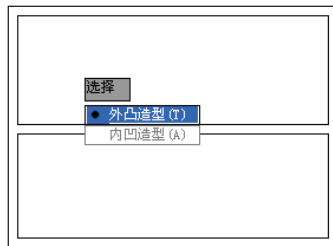

图 3-71 选择“外凸造型 (T)”选项
//输入 T, 选择“外凸造型 (T)”选项, 如图 3-71 所示